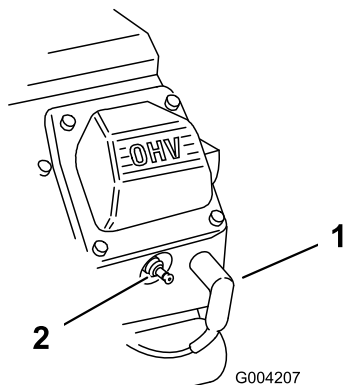

図 46
2. 点火プラグのコードが抜けているのを確認する 図 46。
3. 点火コードを取り付ける 図 46。